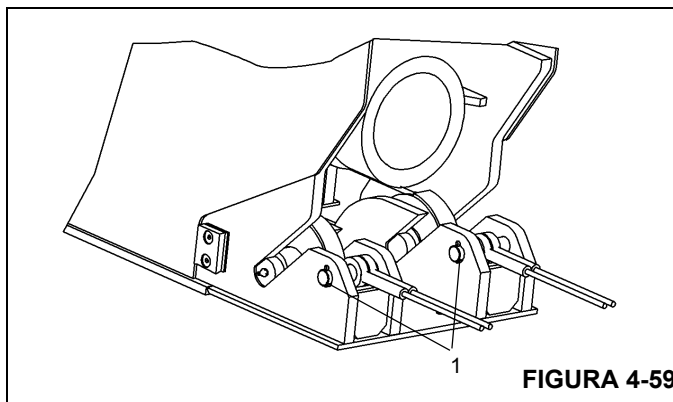

FIGURA 4-59
- Lubrifique e instale o pino que passa pelas extremidades dos cabos. Fixe o pino (Figura 4-59, 1) com os contrapinos.